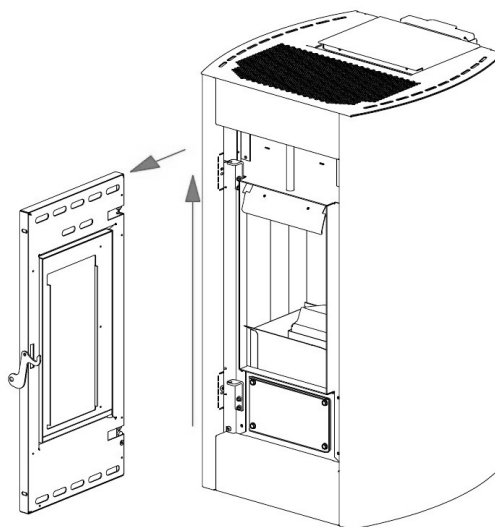

Fig. 33 - Desmontaje de la puerta
- Levante la puerta para que los pernos de la misma salgan de la abrazadera de la estructura (ver **Fig. 33**).